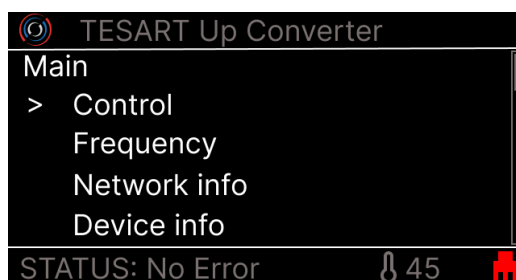

Рисунок 7 – Основное меню конвертера (вкладка Main)
2.3.2.4 После инициализации встроенного программного обеспечения загружается основное меню управления конвертером (рисунок 7).